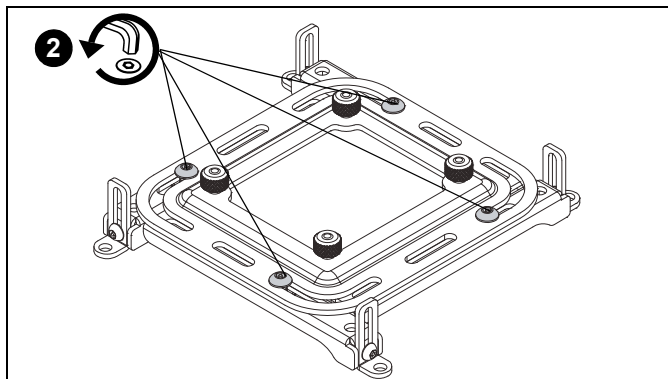

Figure 12
2. Desserrez, mais ne retirez pas les vis qui fixent les bras à l'interface universelle. (Voir Figure 12)